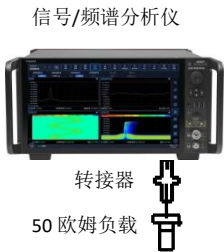

图 7.24 显示平均噪声测试示意图
- 1) 按图 7.24 所示将 50 欧姆负载和转接器连在 4082 的相应的射频输入端口;
- 1) 按照图 7.24 连接仪器。复位 4082, 将待测试的射频输入 1 端口接 50 欧姆负载。如下设置 4082: